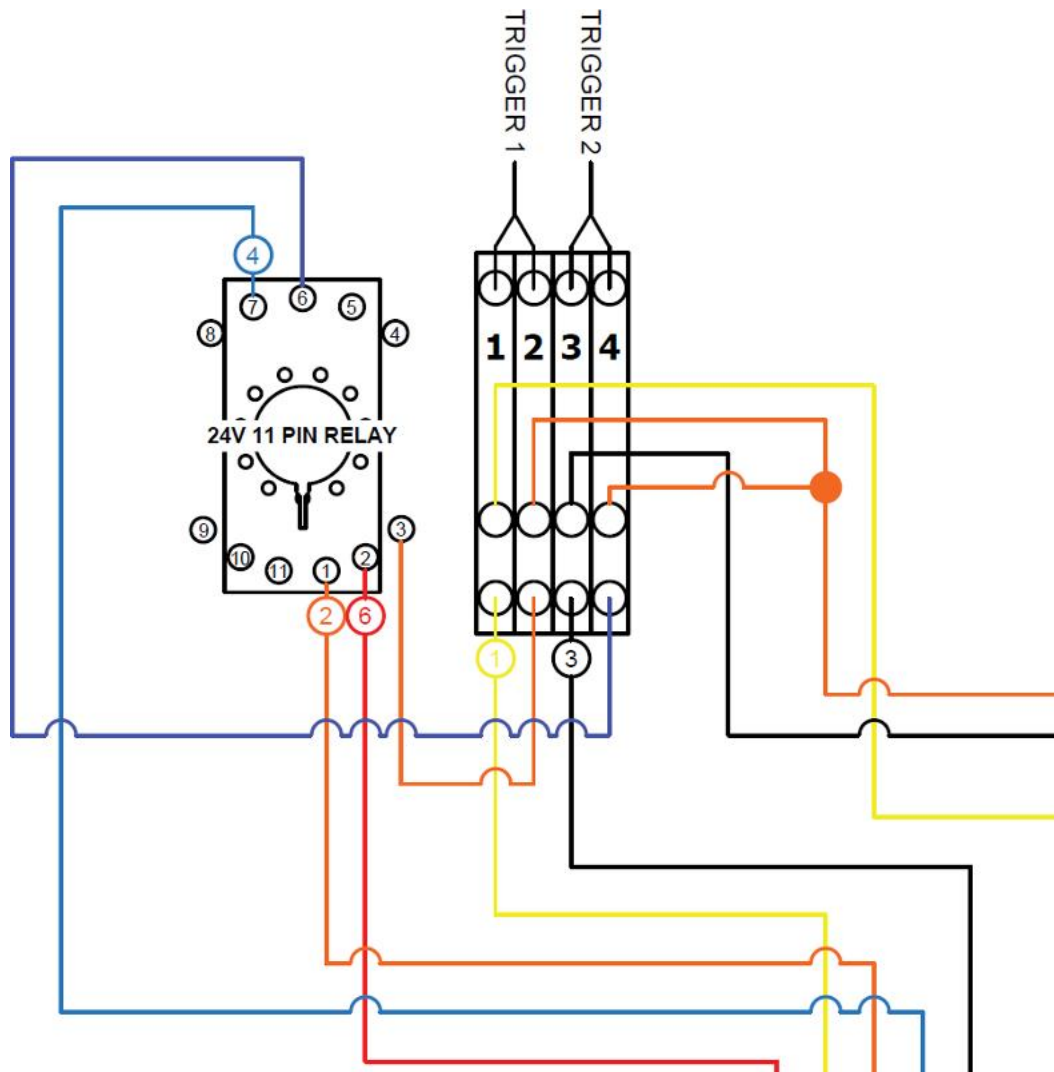

Abbildung 8: Auslöser
5.3. In Abbildung 8: Auslöser befinden sich die Auslöser für den Zugang zum Drehkreuz und Tor für beide Richtungen. Die Auslöser sind 24V DC.